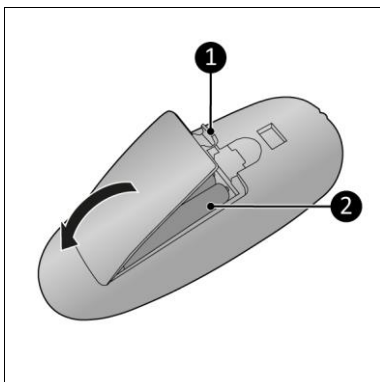

Figura 9
1. Trageți buza (Figura 9, poz. 1) și scoateți capacul (Figura 9).
3. Introduceți două baterii (AAA 1,5 V) în compartimentul pentru baterii, conform indicațiilor. Asigurați-vă că introduceți bateriile în mod corect (Figura 9, poz. 2).